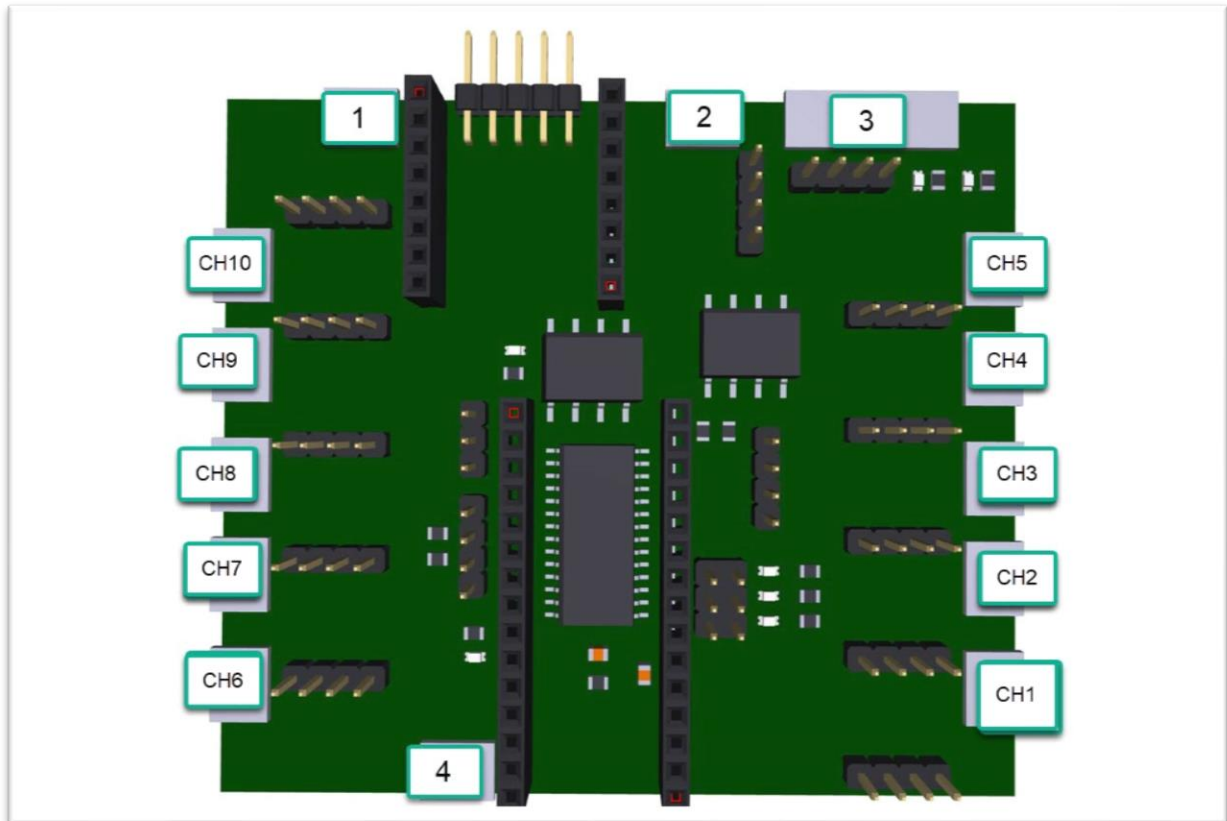

Figure 3 Kanal-Belegung
- Anschluss CH1 (CH1 in Figure 3 Kanal-Belegung)